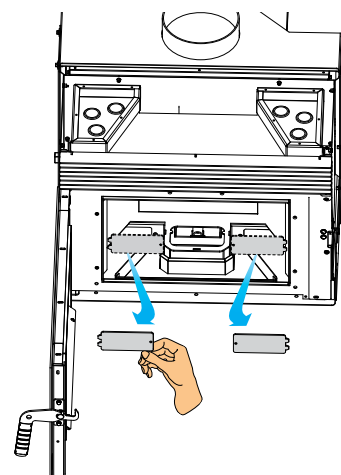

Abb. 7.18
- F) Die Blindstopfen des Rauchgaskollektors herausnehmen (Abb. 7.18),